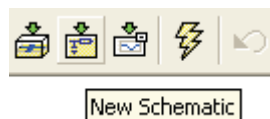

FIG. 6 – Bouton **New Schematics** située dans la barre d'outils.
- * Clic droit sur l'icône **Schematic** pour faire défiler un menu ou cliquer sur l'icône **New Schematic** située dans la barre d'outils (cf Fig.6).